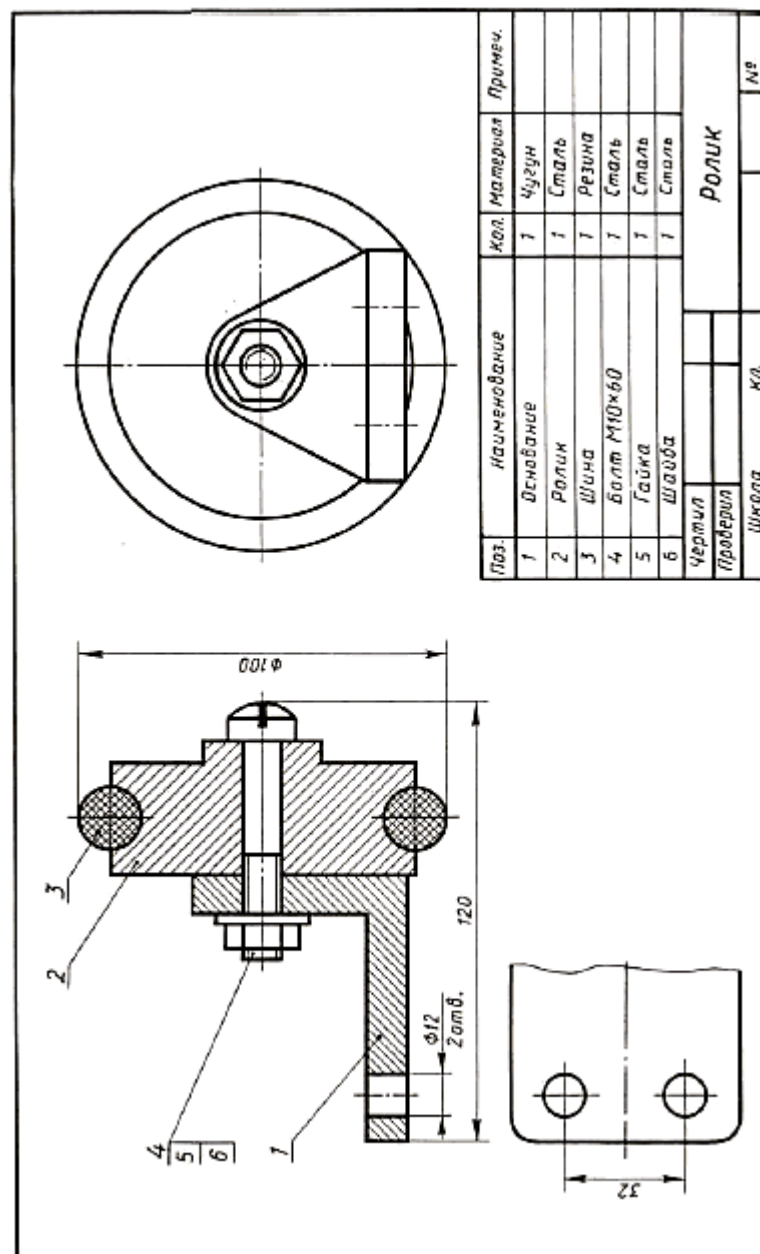

Рис. 4. Чертеж для чтения
4. Ролик (рис. 4) служит опорой для перемещения тяжелых предметов. Его используют наборами по несколько штук. Ролик (дет. 2) с резиновой шиной